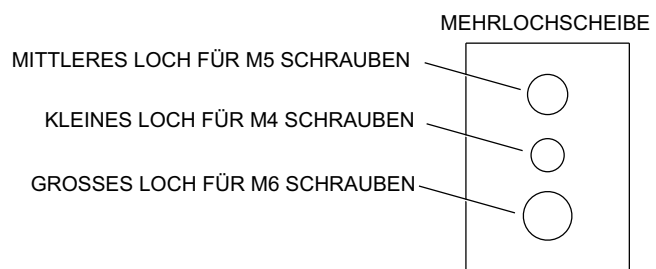

Abbildung. 2.2
- Verwenden Sie zur Befestigung der vertikalen Halterungen (B) am Bildschirm immer Mehrlochscheiben.
- Verwenden Sie das der Schraubengröße entsprechende Loch in der Mehrlochscheibe, wie in Abbildung 2.2 zu sehen ist.